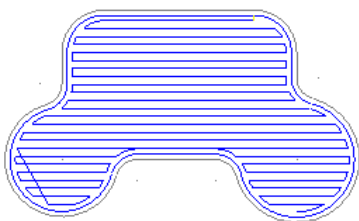

图 9.3.11 “双向”选项
- ☒ **双向**选项：该选项表示根据粗加工的角采用 Z 形走刀，其加工速度快，但刀具容易磨损，采用此种切削方式的刀具路线如图 9.3.11 所示。